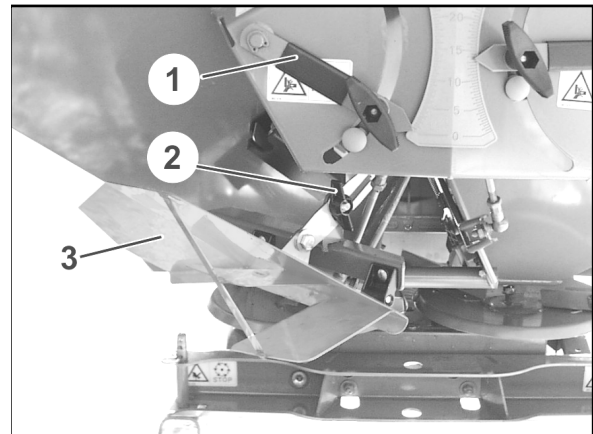

Fig. 82
7. Beim **Grenzstreuen** die Schieberstellung des Stellhebels (Fig. 82/1) an der linken Maschinenseite um zwei Teilstriche auf der Skala (Fig. 82/2) zurück schwenken.